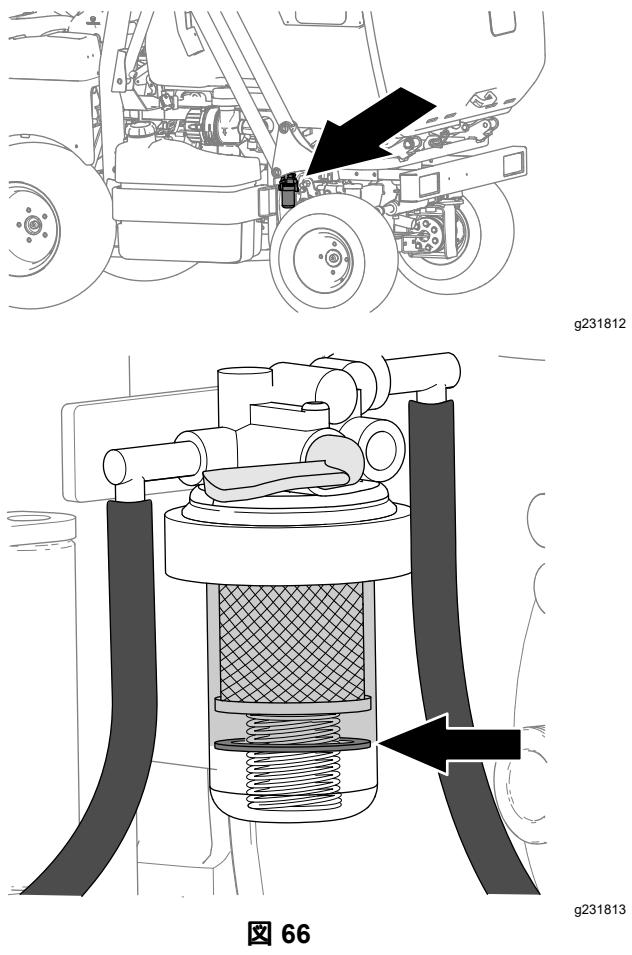

図 66
1. 燃料フィルタのボウルについているインジケータをチェックする。水が混入している場合には水でフロートが浮き上げている 図 66。